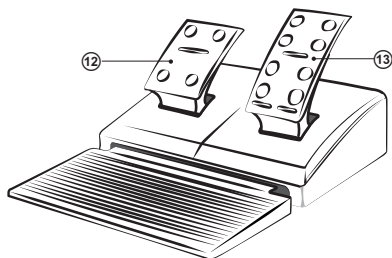

Рис. 2. Блок педалей
• Подключите к устройству блок педалей (рис. 2) с помощью встроенного в блок кабеля к разъему RJ-11 ⑭, а потом подключите манипулятор кабелем USB ⑮ к свободному порту USB компьютера.